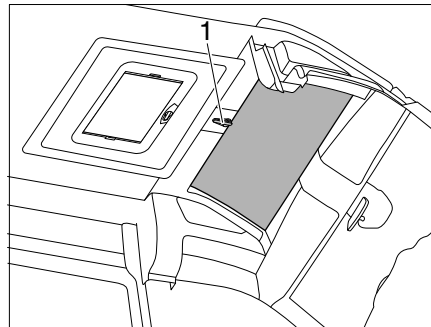

Bild 75 SkyRoof®
- Riegel öffnen und Kurbel (Bild 75,1) um eine halbe Umdrehung aufdrehen.